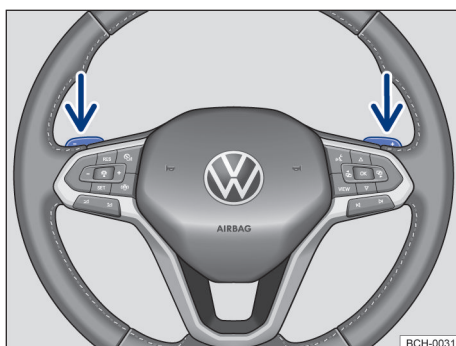

Fig. 95 Volante con selectores basculantes de Tiptronic.
- Presionar el conmutador basculante derecho → fig. 95 hacia el volante para aumentar la marcha.